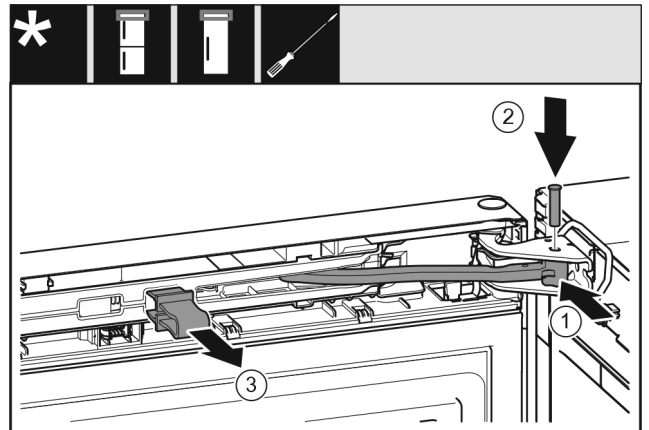

Fig. 30
- ▶ Pasukite lankstą Fig. 30 (1) atraminėje gembėje.
- ▶ Įstatykite kaištį Fig. 30 (2) į atraminę gembę ir lankstą. Atkreipkite dėmesį į tai, kad fiksavimo kumštelis būtų griovelyje tinkamoje padėtyje.
- ▶ Nuimkite fiksoatorių Fig. 30 (3).